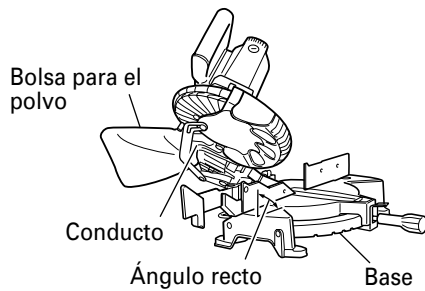

Fig. 32
- (1) Cuando la bolsa para el polvo esté llena de polvo, dicho polvo saldrá soplado de la bolsa para el polvo cuando gire la hoja de sierra. Compruebe periódicamente y vacíe la bolsa para el polvo antes de que se llene.
- (2) Durante el corte en bisel y compuesto, fije la bolsa para el polvo en ángulo recto con relación a la superficie de la base como se muestra en la Fig. 32.